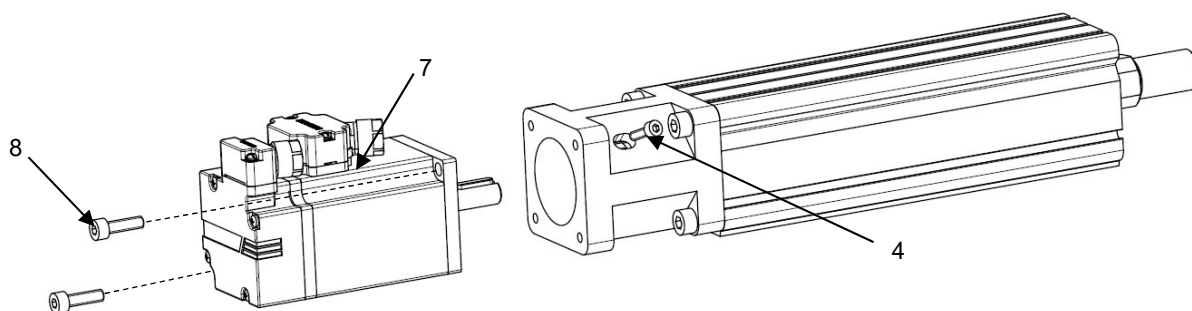

Рисунок 5 – Установка двигателя
- 3) Закрепите двигатель (поз. 7) с помощью прилагаемых винтов (поз. 8) (см. рисунок 5). Затяните винт муфты (поз. 4) с моментом затяжки 3,7 Н·м.